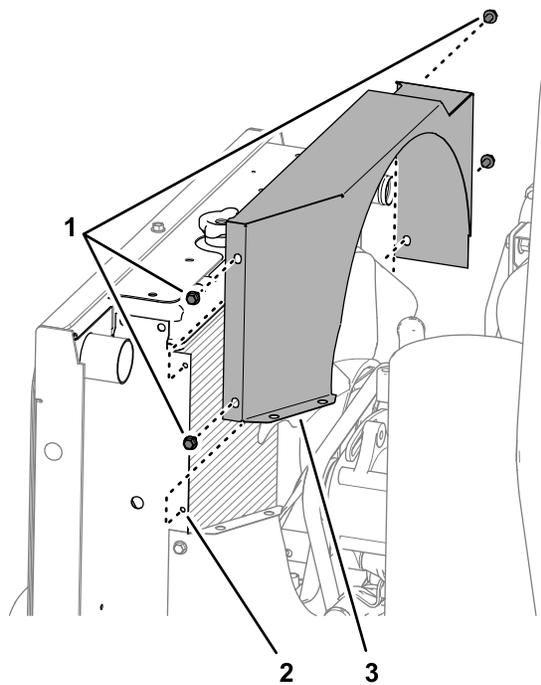

図 18
- 上側ファンシュラウドをラジエーターのフランジに固定しているフランジヘッドねじ $\frac{1}{4} \times \frac{1}{2}$ " 4 本を取り外して、シュラウドを外す 図 18。